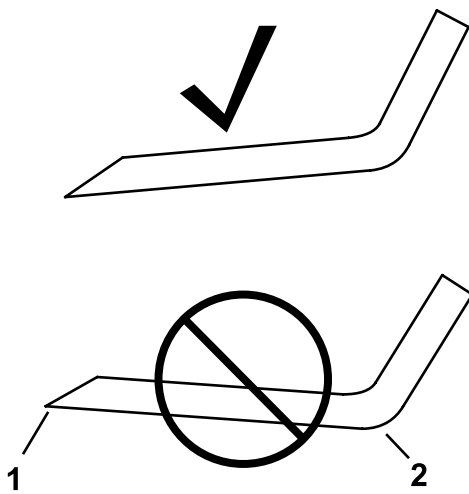

**Figura 75**
4. Inspeccione los filos de todas las cuchillas. Si están romos o tienen mellas, afílelos; afile únicamente la parte superior del filo y mantenga el ángulo de corte original para asegurar un afilado correcto (Figura 75).